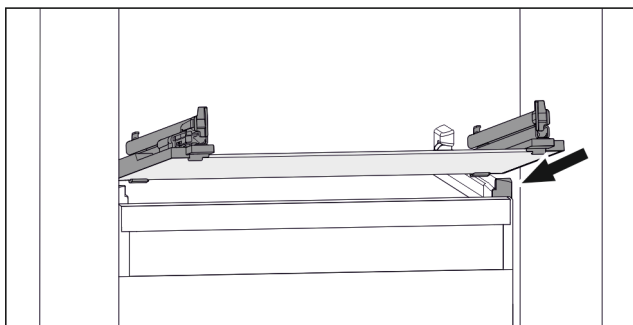

Fig. 95 Exempel på glashylla
- ▶ Sätt på glashylla i vinkel bakom stopplackarna. (se Fig. 95)